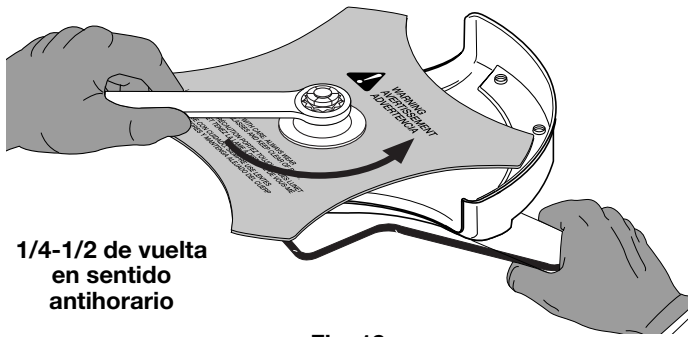

Fig. 18
- Si no tiene una llave de torsión, use una llave de boca cerrada de 13 mm o de casquillo, gire la tuerca hasta que el retén de la cuchilla esté ajustado contra el buje del eje. Verifique que la cuchilla esté bien instalada, luego gire la tuerca 1/4 a 1/2 vuelta más en sentido antihorario (Fig. 18).